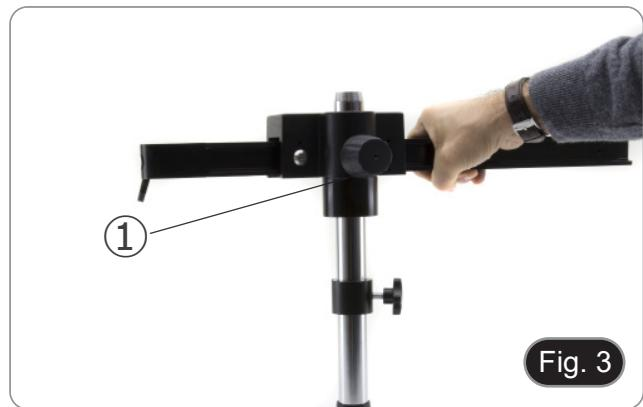

Fig. 3
3. Insertar el brazo horizontal y bloquearlo con la perilla de bloque ③. (Fig. 3)